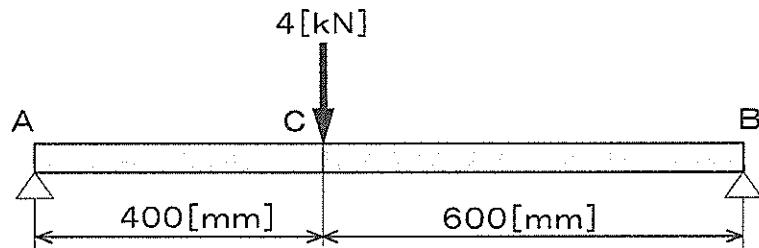

図1 単純支持ばかり
(1) 図1のような単純支持ばかりについて、後の①～③の問い合わせに答えよ。